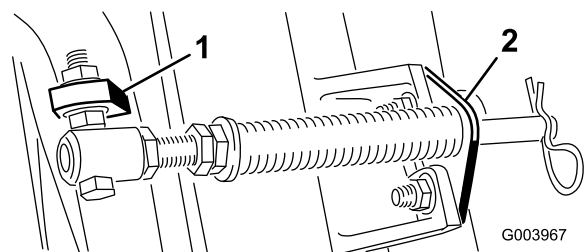

Bild 6
D. Montieren Sie die Stangenhalterung mit den Schlossschrauben und Muttern an den Mähwerklaschen (Bild 6).
- C. Montieren Sie die Kopfschraube des Federrohrs an der anderen Lasche am Trägerrahmen und befestigen Sie sie mit der Bundmutter. Der Kopf der Kopfschraube zeigt zur Außenseite der Lasche, siehe Bild 6.